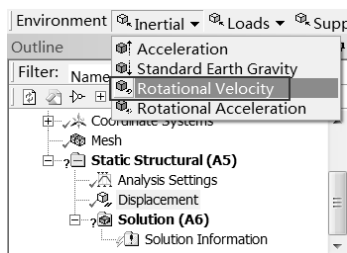

图 5-104 添加旋转速度载荷
Step4：同 Step2，选择 Environment 工具栏中的 Inertial（惯性） Rotational Velocity（转动速度）命令，此时在分析树中会出现 Rotational Velocity 选项，如图 5-104 所示。